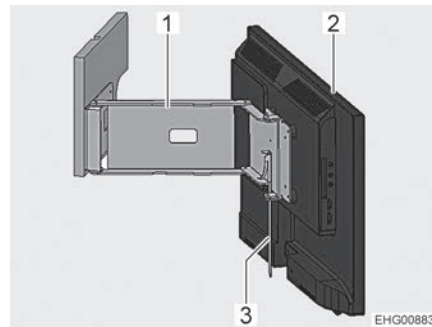

Fig. 70 Schermo piatto sul braccio snodato
- Spostare la leva (Fig. 70,3). Il braccio snodato (Fig. 70,1) è sbloccato.
- Girare lo schermo piatto (Fig. 70, 2) nella posizione desiderata.